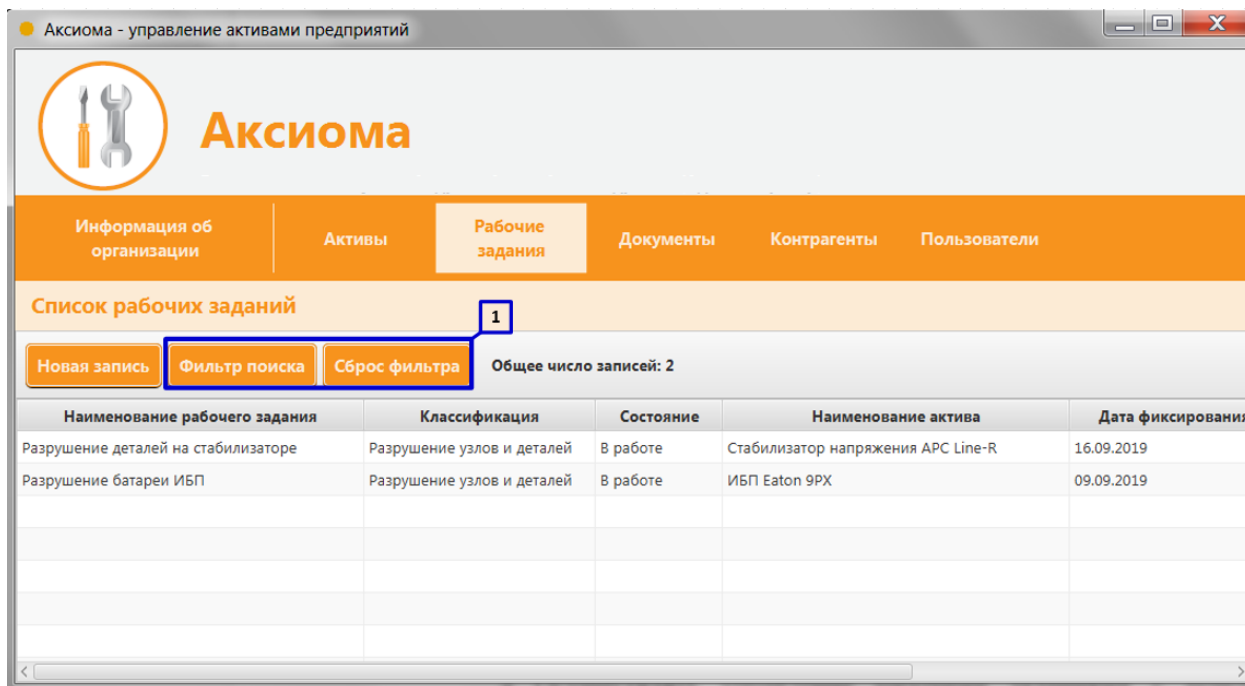

Рисунок 8. Поиск и фильтрация перечня рабочих заданий
1. Просматривать в виде списка все заведённые в системе рабочие задания и осуществлять поиск, фильтрацию и сортировку (Рисунок 8 пункт 1);